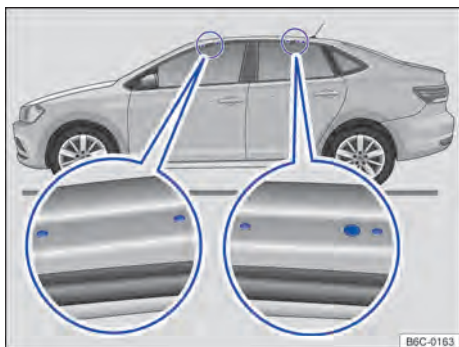

Fig. 173 Pontos de fixação dos suportes de base do bagageiro do teto (ambos os lados).
Os furos ou marcações dos pontos de fixação dos suportes de base ficam visíveis com a abertura das portas (dianteadas e traseiras) do veículo e encontram-se no lado nas vigas do teto → Fig. 173 (lupa). Os furos ou marcações para fixação atrás encontram-se no lado inferior das vigas do teto → Fig. 173 (lupa direita).
- Fixar os suportes de base somente nas marcações indicadas na figura → Fig. 173.